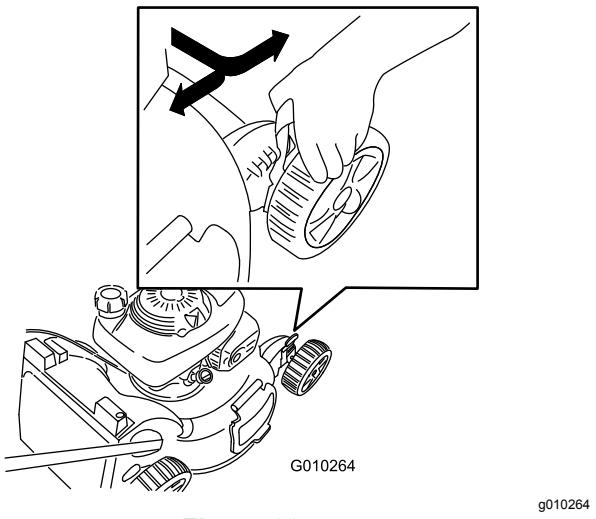

Figure 20
Choisissez la hauteur de coupe voulue. Réglez tous les leviers de hauteur de coupe à la même hauteur. Pour éléver et abaisser la machine, voir Figure 20.
2. Tournez le levier du robinet d'arrivée de carburant en position OUVERTE (Figure 20).